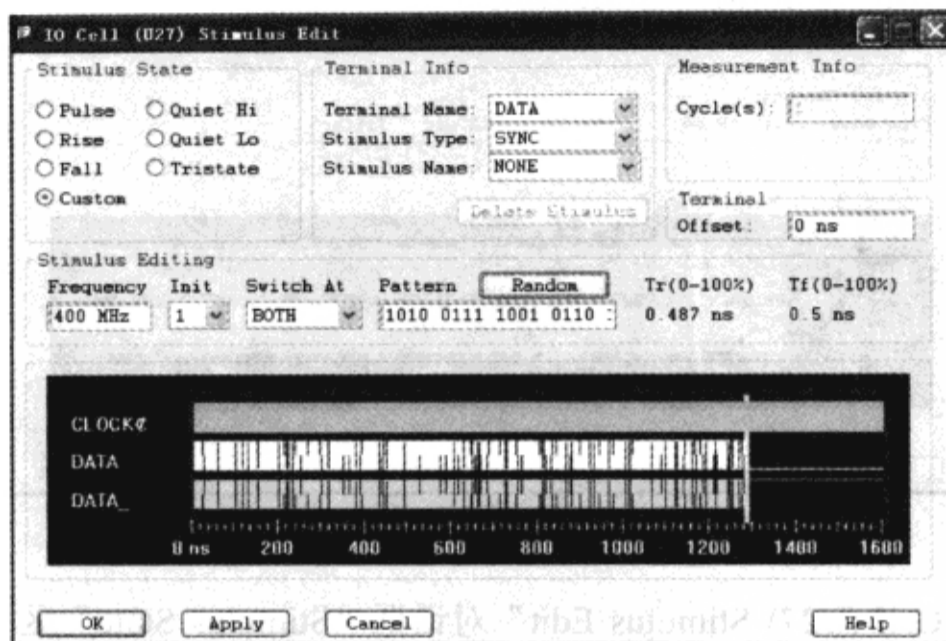

图 6-4-15 设置的激励
(4) 在“Enter pattern length”栏输入 1024→单击“OK”按钮→“IO Cell (U27) Stimulus Edit”对话框如图 6-4-15 所示。